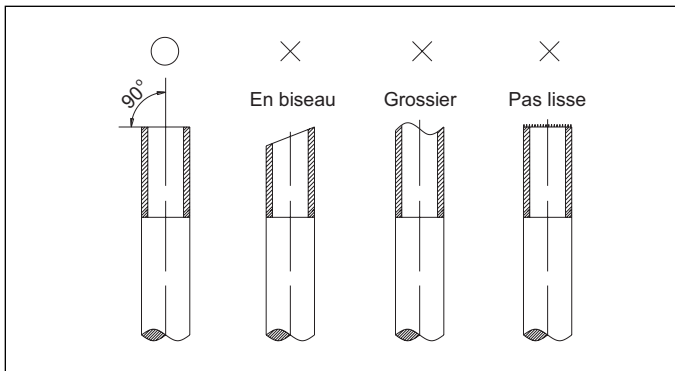

Figure 34. Coupe des conduites
4. Couper les conduites avec un coupe-tube. Les coupes doivent être plates et lisses comme illustrées à la « Figure 34. Coupe des conduites ».